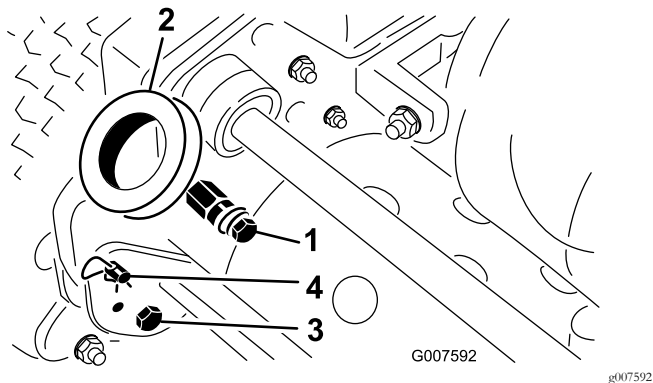

图2
1. 卸下将手柄臂底部固定到机器两侧的螺栓、锁紧螺母和垫圈图2。
2. 卸下将手柄臂固定到机架后部的发卡销和环形销图2。
3. 将手柄端穿过手柄臂上的孔并将孔与安装销对齐图2。
1. 从机器两侧的环形销上卸下发卡销图2。
2. 撑住手柄的同时取下两侧的发卡销然后将手柄抬起或放低到所需的操作位置图2。